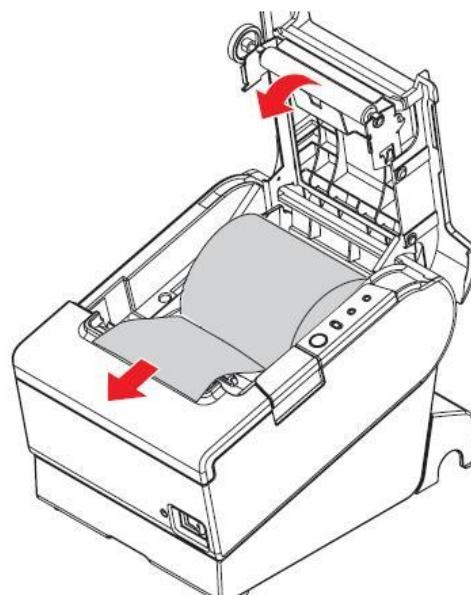

Рисунок 10 – Закривання кришки чекової стрічки
- витягніть смужку паперу, після чого закройте кришку чекової стрічки (рисунок 10);
- закрійте кришку чекової стрічки (рисунок 10).
Закрити кришку чекової стрічки (див. рисунок 10) тільки після появи повідомлення на індикаторі: